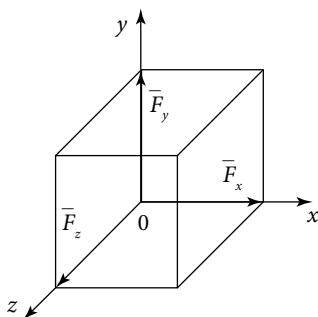

Рис. 12
**Пространственная система сил** — это система сил, линии действия которой лежат в разных плоскостях (рис. 12).